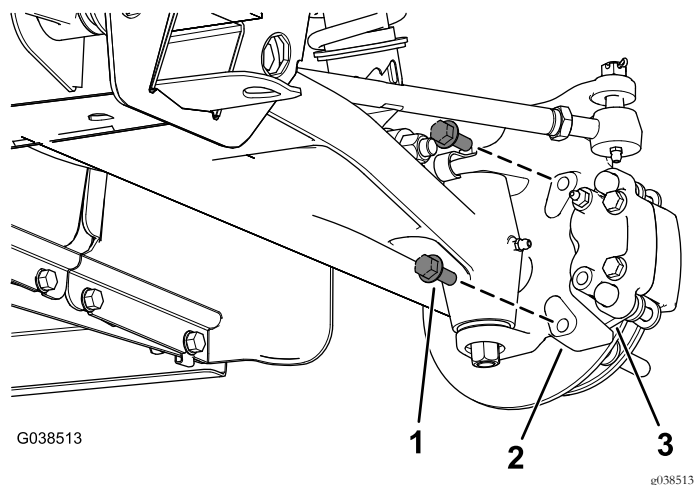

Figure 4
- Retirez les 2 boulons à embase (3/8" x 1") qui fixent le support de l'étrier de frein à la fusée et déposez l'étrier de frein de la fusée (Figure 4).
9. Fixez le nouvel étrier de frein sur la fusée à l'aide de 2 boulons à embase (3/8" x 1"), comme montré à la Figure 4.